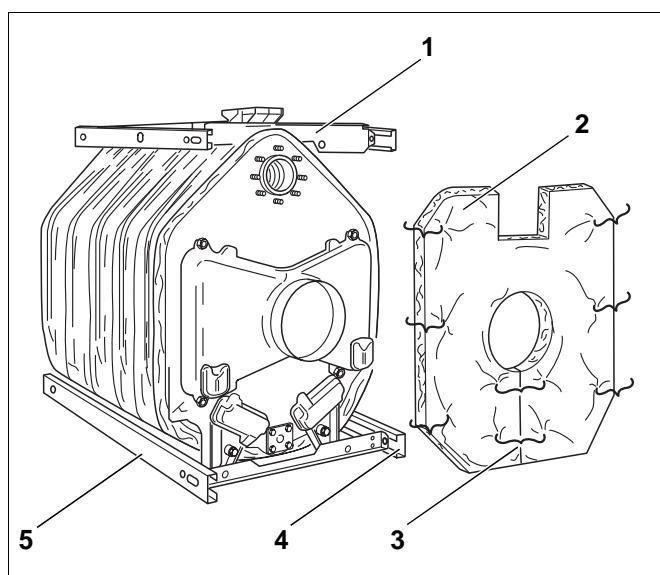

Рис. 38
- Нижние продольные траверсы (рис. 38, **поз. 4 и 5**) с направленными внутрь отбортовками и обращенными назад удлиненными отверстиями также наложить сбоку на поперечные траверсы и закрепить саморезами.
- Тепловую изоляцию задней секции (рис. 38, **поз. 2**) с вырезом для обратной линии котла, направленным наверх, надеть на патрубок отходящего газа.
- Тепловую изоляцию задней секции прикрепить двумя натяжными пружинами к задней верхней траверсе (рис. 38, **поз. 1**).
- Разрез под патрубком отходящего газа соединить пружиной (рис. 38, **поз. 3**).